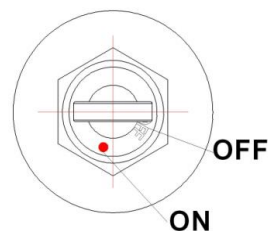
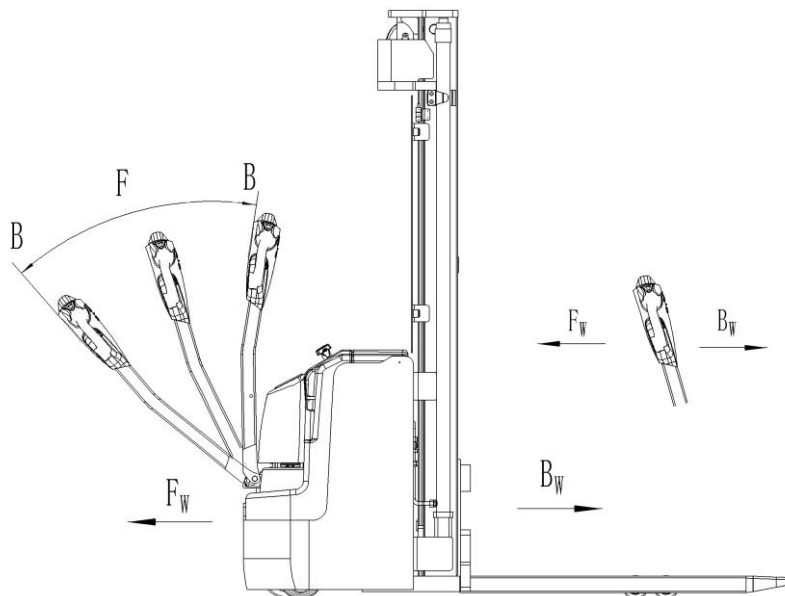

Fig.8 : Interrupteur à clé
Fig.11 : Sens de fonctionnement
Après avoir démarré le chariot en tournant la clé insérée en position « ON » (fig. 8), ; et éventuellement en tirant avec précaution sur le bouton d'urgence, amener le timon dans la zone de fonctionnement ('F', fig.11).
Tournez le bouton de l'accélérateur dans la direction souhaitée vers l'avant « Fw ». Ou à l'envers 'Bw.'(fig. 11). Contrôlez la vitesse de déplacement en déplaçant le bouton d'accélérateur (4) avec précaution jusqu'à ce que vous ayez atteint la vitesse souhaitée.